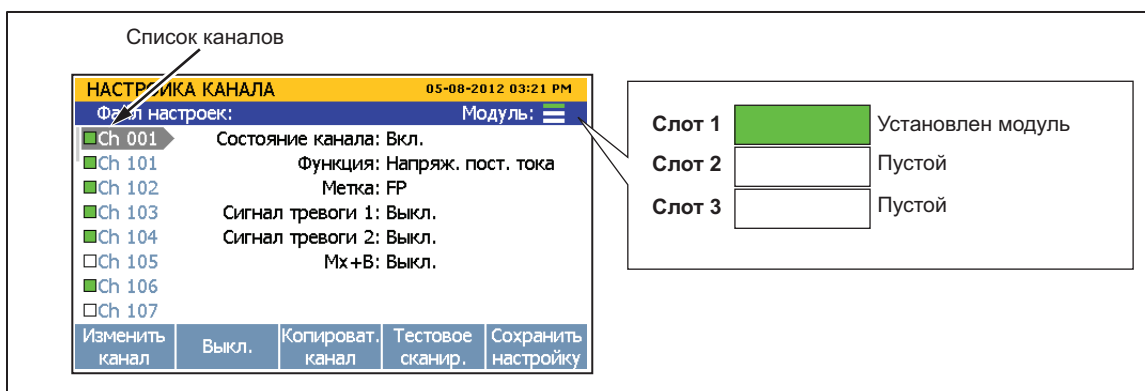

Рисунок 3-3. Индикатор модуля (показан установленный входной модуль)
8. Включите питание сетевым выключателем. После включения питания прибор тестирует подключение ко входному модулю. Если входной модуль распознан, индикатор модуля изменяет цвет на зеленый и отображаются все доступные каналы с левой стороны меню Настройка, как показано на рис. 3-3. Если индикатор модуля не загорается зеленым, обратитесь к информации по поиску и устранению неисправностей в Главе 4.